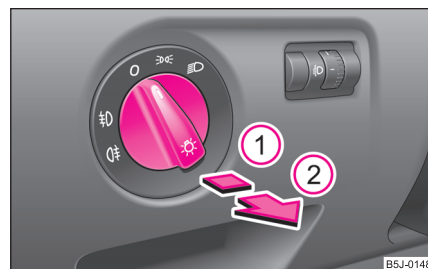

Fig. 33 Tabloul de bord: Întrerupătorul de lumină
- Rotiți întrerupătorul în poziția sau => fig. 33.
- Rotiți întrerupătorul în poziția  sau  ⇒ pagina 45, fig. 33.